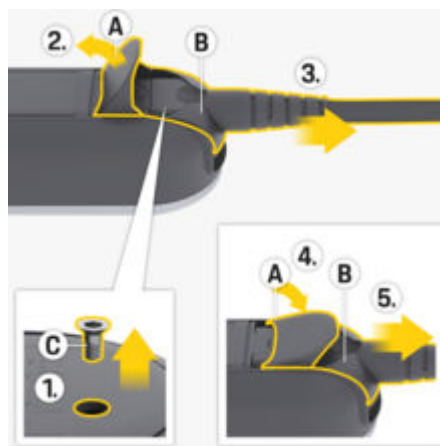

Fig. 13: Desligar o cabo de alimentação
1. Retire o parafuso **C** (Fig. 13) com uma ferramenta adequada.
2. Abra completamente a tampa **A** (Fig. 13).
3. Puxe a ficha **B** (Fig. 13) para fora até sentir resistência.
4. Feche a tampa **A** (Fig. 13) até cerca de 15 graus (a tampa pode assentar na ficha **B** (Fig. 13)).
5. Puxe a ficha **B** (Fig. 13) completamente para fora.